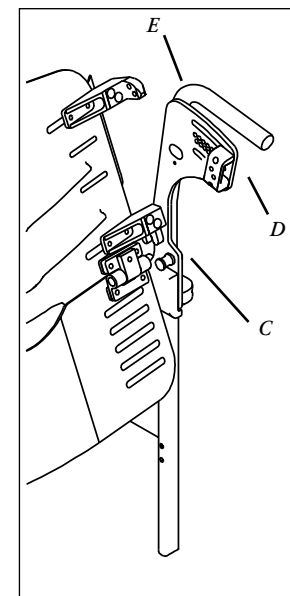

Figura 7
4. Instalar ambos vástagos de retención, derecho e izquierdo en una posición de 12 grados (F) atravesando la placa lateral (E), el conector superior (A) hasta el receptor de la carcasa del respaldo (D) **Figura 7.**
5. Graduar la carcasa del respaldo para que esté centrada entre las placas laterales (G).
6. Ajustar ambos pernos del conector superior (H) mientras suavemente se sostiene el conector superior hacia adentro, hacia el centro de la silla.
7. Ajustar ambos pernos del conector inferior (I).